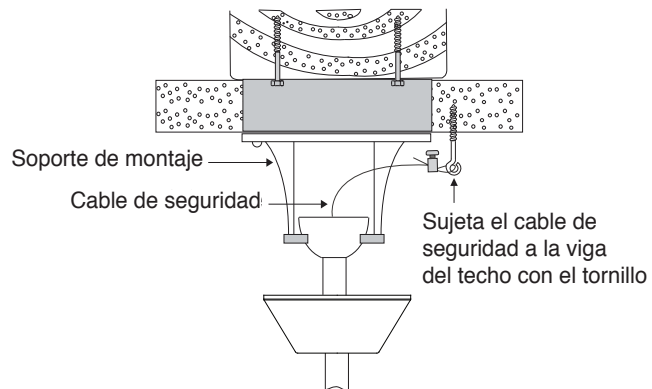

Fig. 10
**Paso 1.** Sujeta el tornillo para madera y las arandelas suministrados a las vigas del techo junto al soporte de montaje. (Fig. 10)